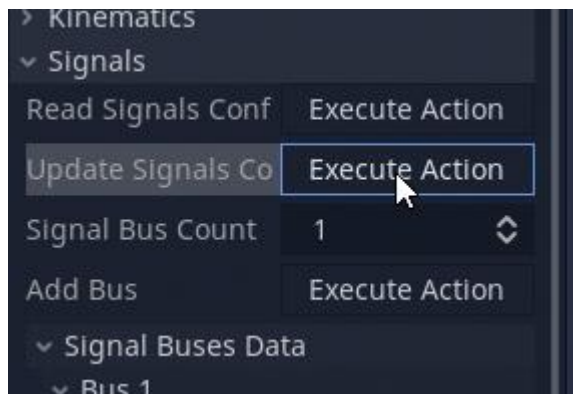

Рисунок 22 – Сохранение конфигурации
5. Нажать кнопку Update Signals Configuration для сохранения конфигурации (Рисунок 22).